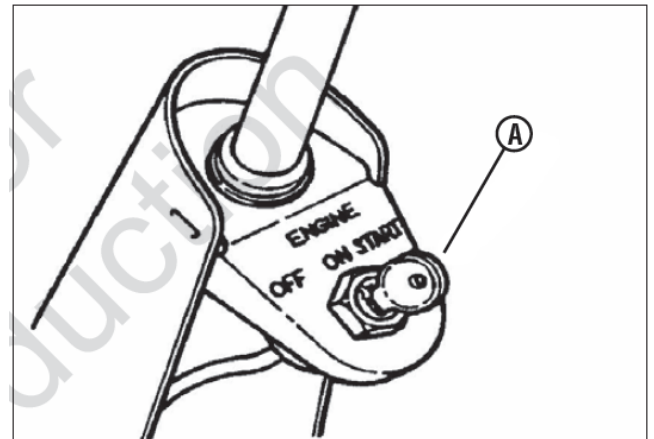

Рис. 9. Ключ замка зажигания
- Поверните ключ (А, рис. 9) в положение ON (включено).